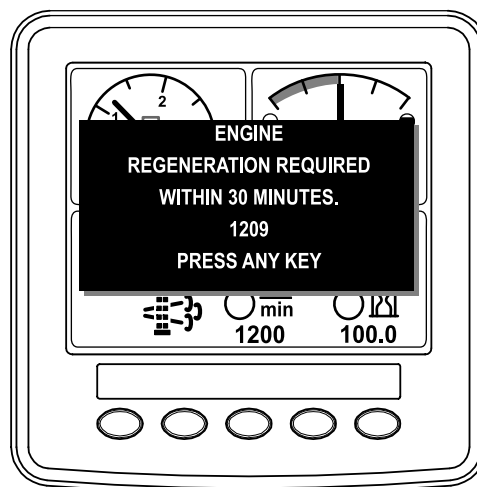

Figure 63
- Si vous passez outre la requête d'une régénération stationnaire (affichée sur l'InfoCenter) et que vous continuez à utiliser la machine (Figure 63), une quantité critique de suie risque de s'accumuler dans le FAP.